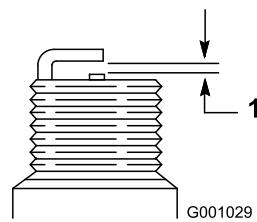

Bild 45
7. Stellen Sie den Abstand der Elektroden an der neuen Zündkerze auf 0,76 mm (Bild 45).